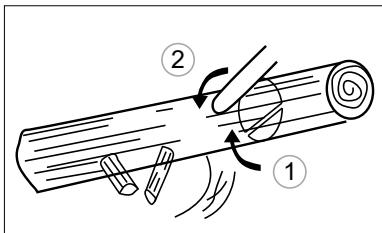

Рис. 21
2. У разі коли стовбур лежить на опорі одним кінцем, спочатку виконайте зріз знизу до 1/3 діаметра стовбура, щоб уникнути розколювання. Потім закінчіть зріз зверху так, щоб він збігся з першим зрізом, уникаючи заклинювання (рис. 21).